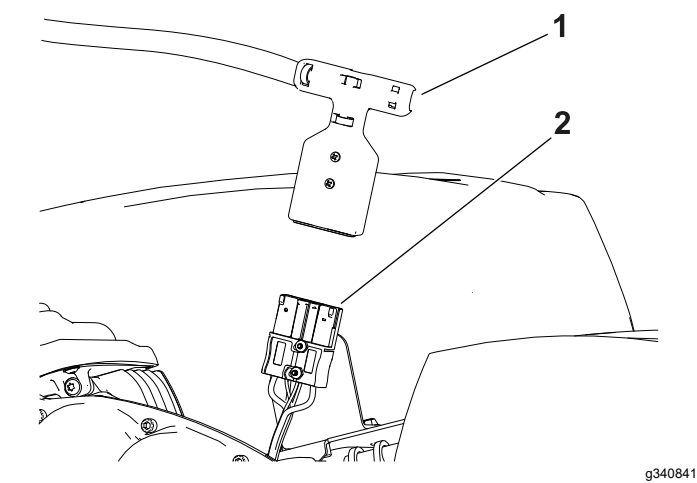

图 24
- 4. 从电池基座的主电源接头上断开主线束上的 T 形手柄接头图 24。